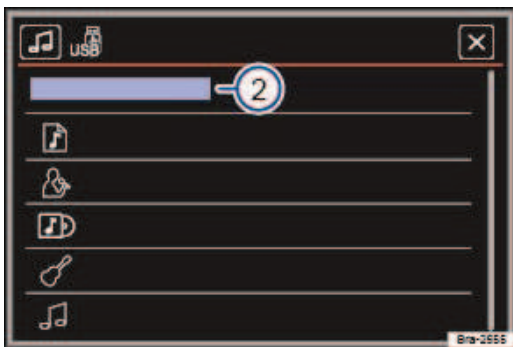

Fig. 12 Aperçu de la banque de données d'un support informatique USB connecté
Légende de la ⇒ Fig. 12 :
Pour passer de l'aperçu de la banque de données à l'aperçu du dossier, effleurez le bouton de fonction ⇒ Fig. 12②.